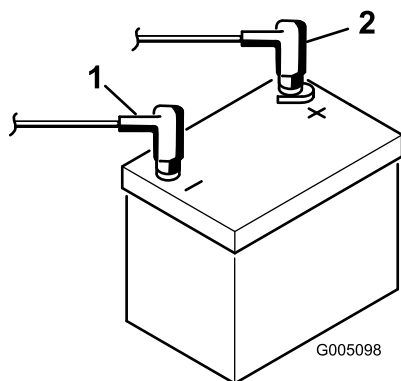

Figure 8
9. Raccordez le câble positif (rouge) de la batterie à la borne positive (+) et le câble négatif (noir) à la borne négative (-) et fixez-les en place avec les vis et les écrous (Figure 8). Placez le capuchon en caoutchouc sur la borne positive pour éviter les courts-circuits.